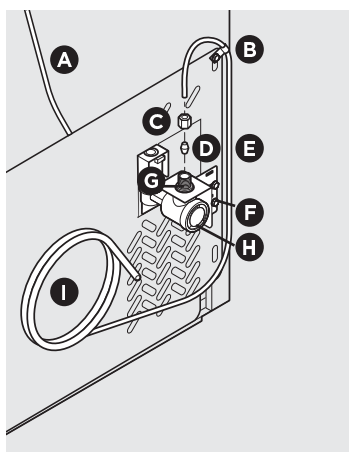
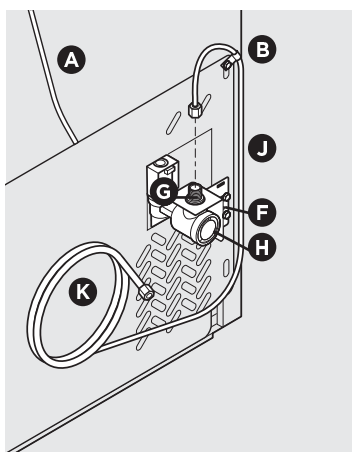

figure 17
figure 18
4. Si vous utilisez des tubes en cuivre : faites coulisser l'écrou de compression en laiton puis la virole (manchon) sur la conduite d'alimentation en eau. Poussez la conduite d'alimentation en eau dans l'entrée du robinet de prise d'eau aussi loin que possible (6,4 mm / ¼ po). Faites coulisser la virole (manchon) dans l'entrée du robinet et serrez l'écrou de compression à la main sur le robinet. Serrez d'un autre demi-tour avec une clé. NE serrez PAS trop fort. Voir la figure 17. Si vous utilisez des tubes en acier inoxydable ou en laiton Polyline : l'écrou et la virole sont déjà assemblés sur le tube. Glissez l'écrou de compression sur le robinet d'entrée et serrez l'écrou à la main sur le robinet. Serrez d'un autre demi-tour avec une clé. NE serrez PAS trop fort. Voir la figure 18.
6. À l'aide d'un serre-joint et d'une vis, fixez la conduite d'alimentation en eau (tube en cuivre seulement) au panneau arrière du réfrigérateur, comme le montre la figure 17.
7. Enroulez le surplus de conduite d'alimentation (tuyau en cuivre seulement) sur environ deux tours et demi à l'arrière du réfrigérateur comme le montre la figure 17. Disposez ensuite les serpentins de façon à ce qu'ils ne vibrent pas et ne s'usent pas contre une autre surface.